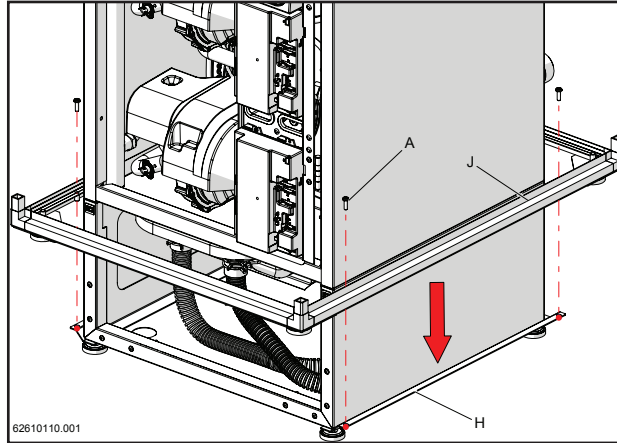
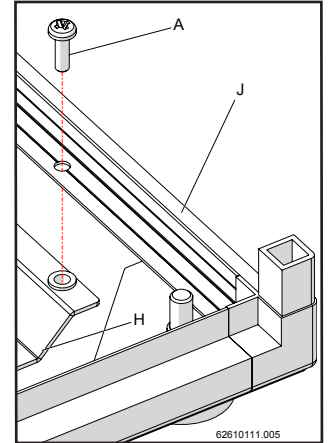

Figure 15-5
Figure 15-6
- 3.- Insérer le cadre inférieur "J" (figure 15-5) et le fixer sur le support "H" avec les vis "A" en correspondance des trous (figure 15-6).